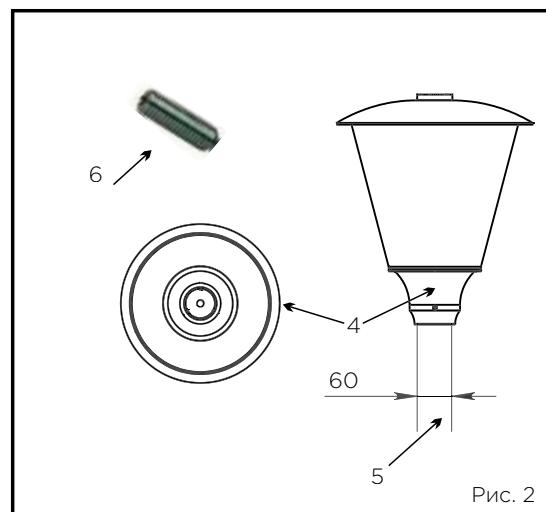

Рис. 2
- Для того, чтобы установить светильник ДТУ 1 на опору (столб) необходимо (рис.2):